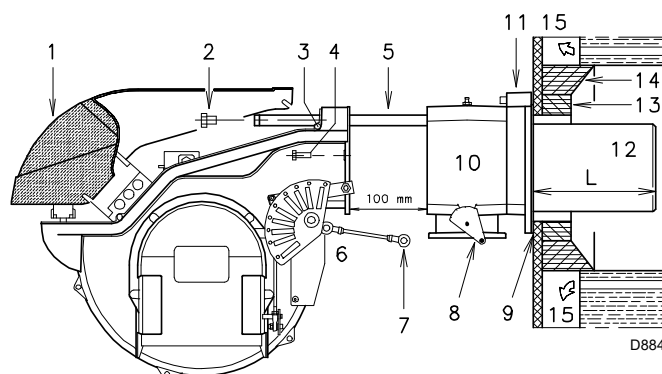

Fig. 11
Para caldeiras com uma frente refrigerada a água, o forro refratário 13) -14)(Fig. 11), não é necessário se não houver solicitação explícita do fabricante da caldeira.
- Separar o cabeçal de combustão do resto do queimador, (Fig. 11):
Uma vez efetuada esta eventual operação, fixar a flange 11)(Fig. 11 em pág. 17) à placa da caldeira, intercalando a proteção isolante 9)(Fig. 11 em pág. 17) fornecida.